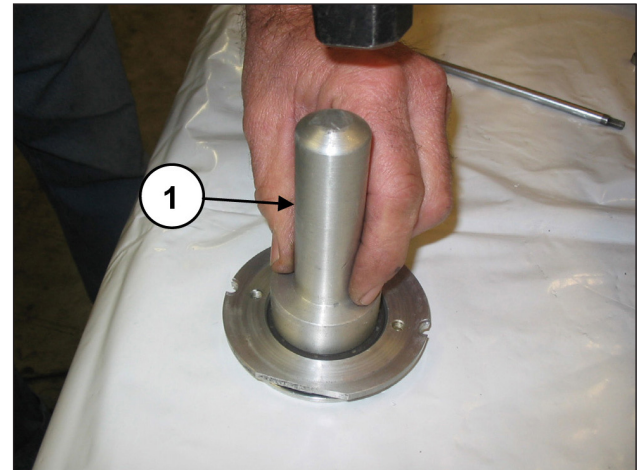

Abb. 174
Montieren Sie den Ölabbstreifring mithilfe eines Dorns Art. 27910900 in seinen Deckel (Pos. ①, Abb. 174).